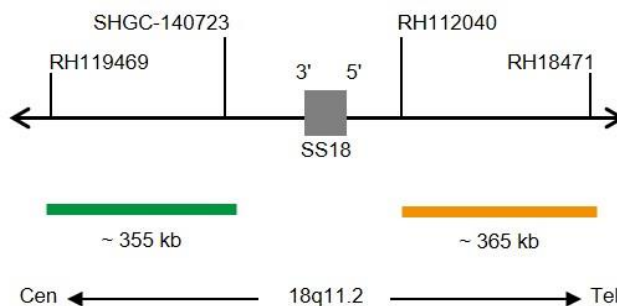

Fig. 1: SPEC SS18 Mappa della sonda (non in scala)
- Polinucleotidi (~10 ng/μl) marcati con ZyGreen (eccitazione 503 nm/emissione 528 nm), le cui sequenze target mappano in 18q11.2* (chr18:23,109,942-23,466,217) prossimali al punto di rottura di SS18 (vedere Fig. 1).
- Polinucleotidi (~4.5 ng/μl) marcati con ZyOrange (eccitazione 547 nm/emissione 572 nm), le cui sequenze target mappano 18q11.2* (chr18:23,772,255-24,137,169) distali al punto di rottura di SS18 (vedere Fig. 1).